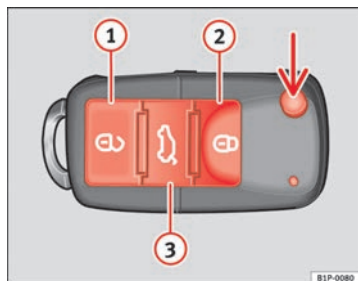

Abb. 63 Tastenbelegung
Mit der Taste ⇒ Abb. 63 (Pfeil) der Fernbedienung wird der Schlüsselbart ausgeklappt.
Fahrzeug entriegeln  ⇒ Abb. 63 ①.
Fahrzeug verriegeln  ⇒ Abb. 63 ②.
Heckklappe entriegeln. Drücken Sie die Taste  ⇒ Abb. 63 ③, bis alle Blinkleuchten am Fahrzeug kurz aufleuchten. Nach Drücken der Entriegelungstaste  ③ können Sie die Heckklappe innerhalb von 2 Minuten öffnen. Nach Ablauf dieser Zeit wird die Heckklappe wieder verriegelt.
Zudem blinkt die Batterie-Kontrollleuchte des Schlüssels ⇒ Abb. 63 auf.
Bei einmaligem Drücken der Taste  ⇒ Abb. 63 ①, wird nur die Fahrertür geöffnet. Alle anderen Türen bleiben verriegelt. ▶
Bei zweimaligem Drücken der Taste  ⇒ Seite 103, Abb. 63  werden alle Türen entriegelt.
- Betätigen Sie die Taste  ⇒ Seite 103, Abb. 63 an der Funk-Fernbedienung.